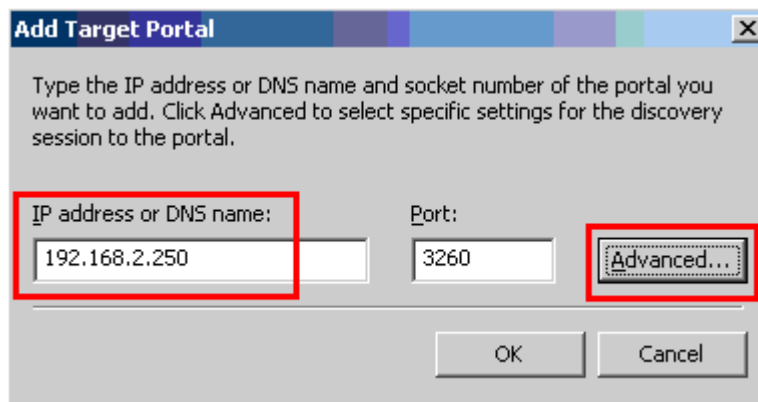

Figura 10-9. Caixa de diálogo Add Target Portal (Adicionar portal de destino)
5. Na caixa de diálogo Add Target Portal (Adicionar portal de destino) (Figura 10-9), digite o endereço IP do destino e, em seguida, clique em **Advanced** (Avançado).